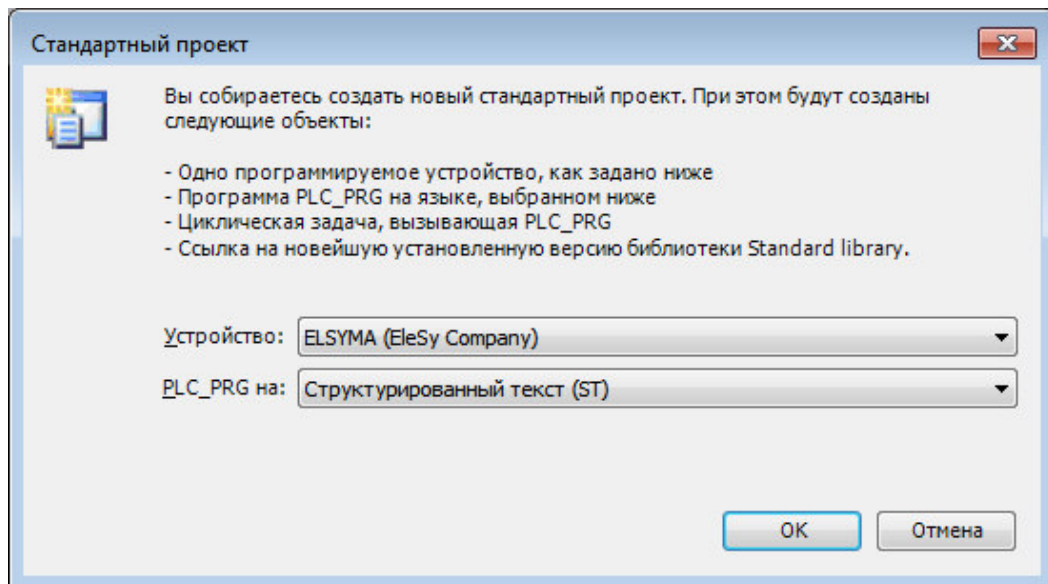
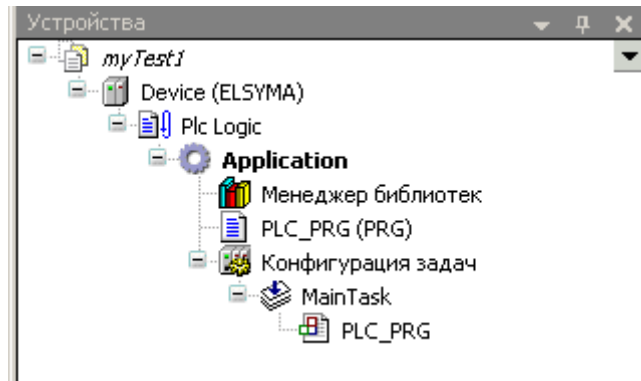

Рисунок 3.3 – Настройка стандартного шаблона проекта
Рисунок 3.4 - Дерево объектов проекта
4. В окне «**Стандартный проект**» в списке **Устройство**: выбрать контроллер – *ELSYMA (EleSy Company)*, в списке **PLC_PRG на:** – язык реализации основного программного компонента – *Структурированный текст (ST)* (рисунок 3.3). Нажать кнопку «**ОК**». Созданный проект отображается в области Устройства в виде дерева объектов (рисунок 3.4)